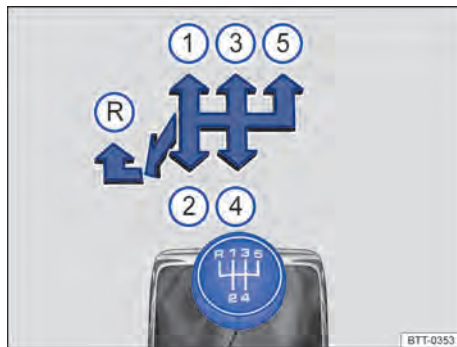
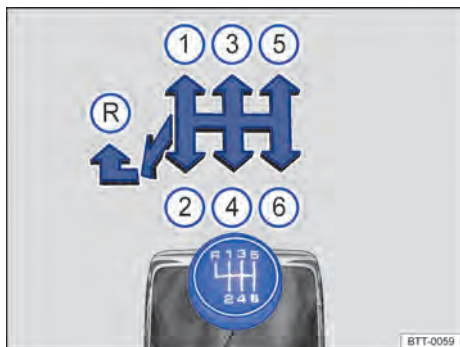

Fig. 94 Esquema de la transmisión manual de 5 marchas.
Fig. 95 Esquema de la transmisión manual de 6 marchas.
Las posiciones de cada una de las marchas están representadas en la palanca de cambio de marcha → fig. 94 y → fig. 95.
- Mueva la palanca de cambios completamente hacia la izquierda y después hacia adelante para situarla en la posición de la marcha atrás → fig. 94 y → fig. 95 (R).